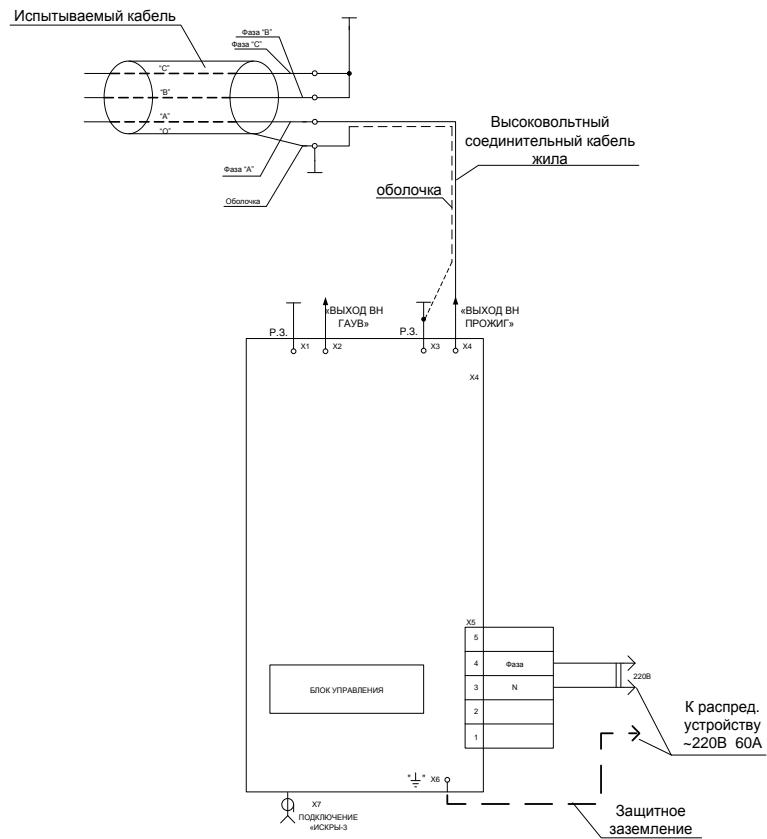

Рис. 2.
6.1.3. Оболочку испытуемого кабеля соединить с клеммой рабочего заземления (Р.З.) на стенде. При работе в режиме «ПРОЖИГ», жилу испытуемого кабеля соединить с высоковольтным выводом «ВЫХОД ВН ПРОЖИГ» (см. рис.2), либо «ВЫХОД ВН ГАУВ» (см. рис.2) при работе в режиме «АКУСТИКА». Остальные жилы испытуемого кабеля заземлить.